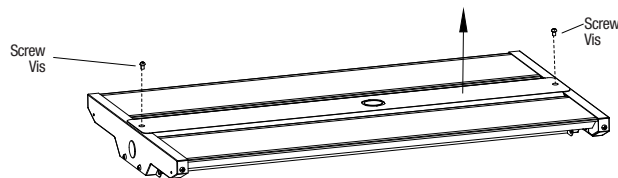

Fig. 1
1. Remove the driver cover by unscrewing the two screws (Fig. 1).
1. Retirer le couvercle du contrôleur de DEL en dévissant les deux vis (Fig.1).